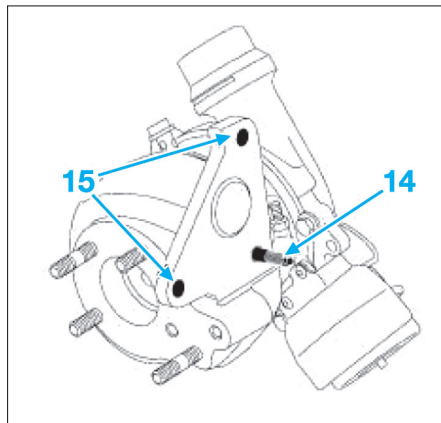

Fig. 68
- le tuyau de retour d'huile du turbocompresseur en le pivotant et en le soulevant de son orifice d'entrée (13) dans le carter-cylindres.
- l'écrou inférieur de fixation (14) du turbocompresseur sur le collecteur d'échappement (**Fig.68**),